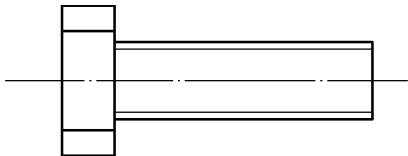

图 8-36 螺栓图形—图块练习
5) 绘制如图 8-36 所示的螺栓图形，根据 8.2.2 节内容创建外部图块，并练习插入外部图块。